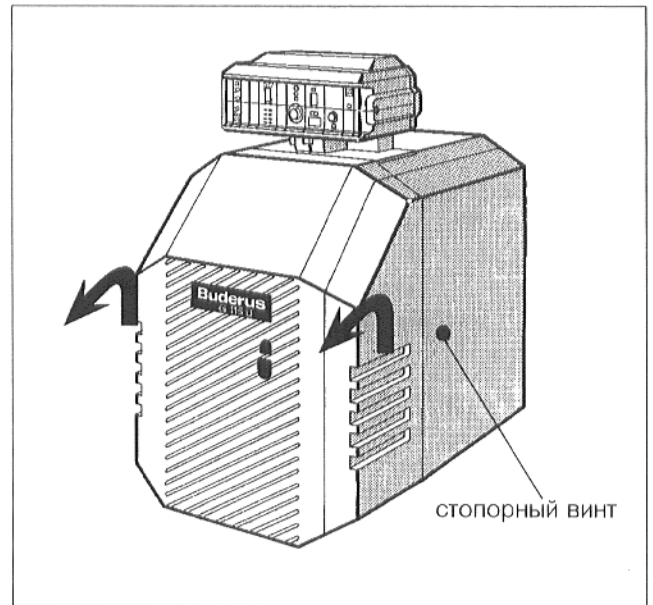

Рис. 23
У Unit-котлов необходимо сначала вывинтить стопорные винты, находящиеся слева и справа в боковых стенках (рис. 23), затем, слегка приподнять кожух горелки, и снять его в направлении вперед.
- Снять облицовку дверцы горелки, или кожух горелки, соответственно описанию выше (рис. 23).